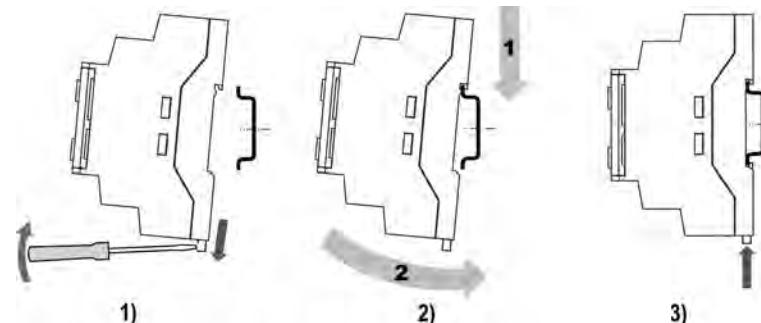

Рисунок 6.2 – Монтаж и демонтаж прибора
- Вставив отвертку в проушину, оттянуть защелку (см. рисунок 6.2, 1).
- Прибор прижать к DIN-рейке (см. рисунок 6.2, 2). Отверткой вернуть защелку в исходное положение (см. рисунок 6.2, 3)